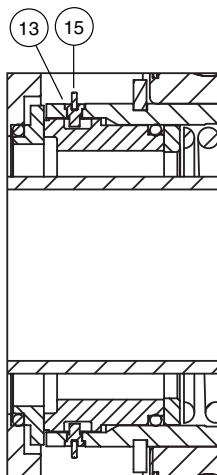

Figura 1
anel de retenção para eixos (15) envolvendo o tubo conector e encaixando nas ranhuras dos pinos que retêm o anel de vedação. Veja a figura 1. Solte o anel de vedação. Tenha cuidado para não arranhar a face lapidada do anel de vedação. Remover com acetona e com um pano limpo, o lubrificante de O'ring do counterseat (6A) e do anel de vedação (6B).